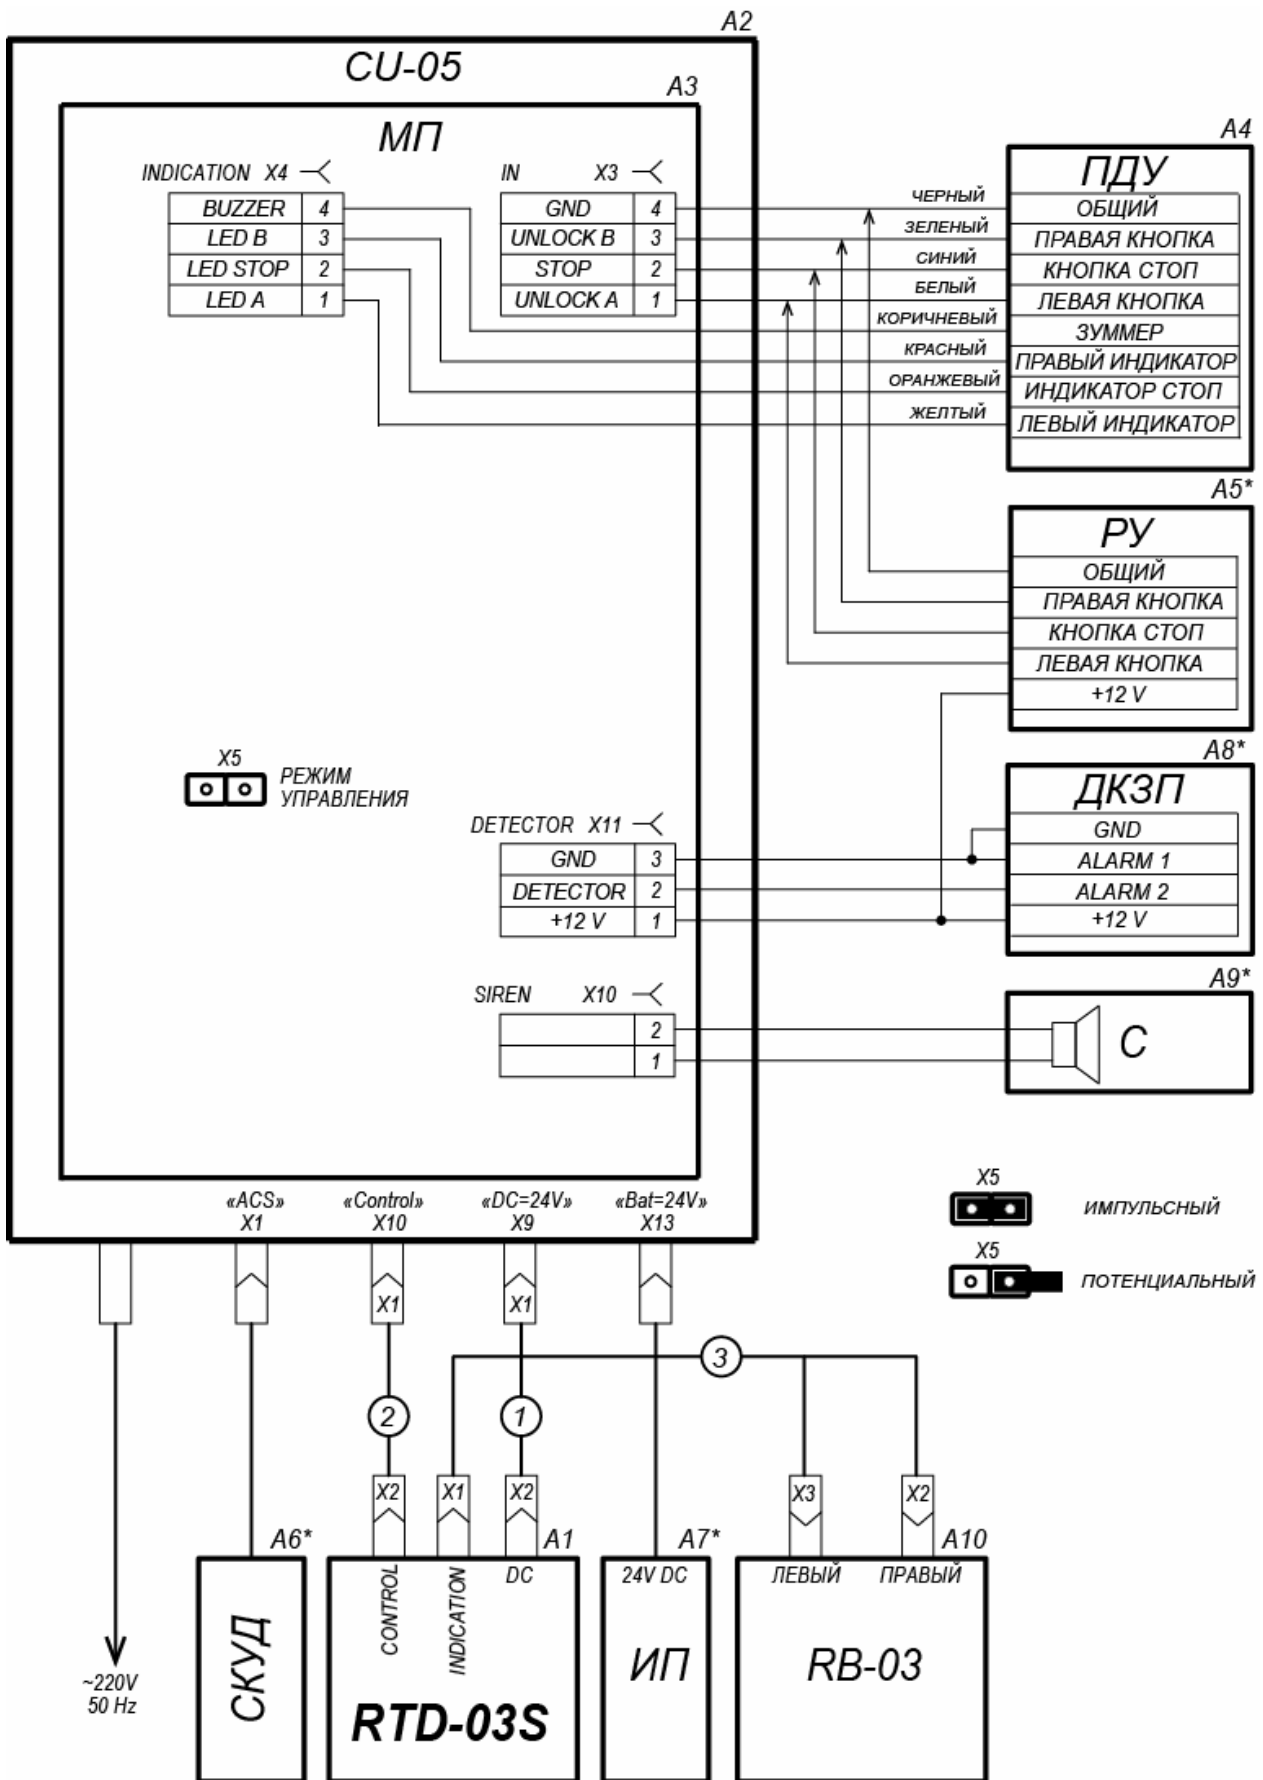

Рисунок 11. Схема электрическая соединений (обозначения элементов схемы см. в табл. 2)
3. Подготовьте в полу кабельные каналы для прокладки кабеля управления (10) и кабеля питания (11) и отверстия под анкера PFG IH 10 для крепления стойки турникета (3 отв. $\varnothing 16 \times 60$ мм). Установите гильзы анкеров в выполненные отверстия так, чтобы они не выступали над поверхностью пола.
4. Извлеките из транспортировочного ящика и по кабельным каналам проложите от места установки БУ (8) кабели управления (10) и питания (11) к месту установки стойки турникета.
5. Извлеките из транспортировочного ящика стойку турникета и положите ее на заранее подготовленную устойчивую подставку. Подключите кабели управления (10) и питания
- (11) к соответствующим разъемам, расположенным на блоке кабельных разъемов (16) внутри стойки с фланцем (2) в соответствии со схемой электрической соединений (см. рис. 11). Для этого необходимо извлечь блок кабельных разъемов (16), из стойки с фланцем (см. рис. 2). После подключения кабелей установите блок кабельных разъемов (16) внутрь стойки с фланцем (2) на высоту, обеспечивающую возможность дальнейшего монтажа. Установите стойку турникета в вертикальное положение.